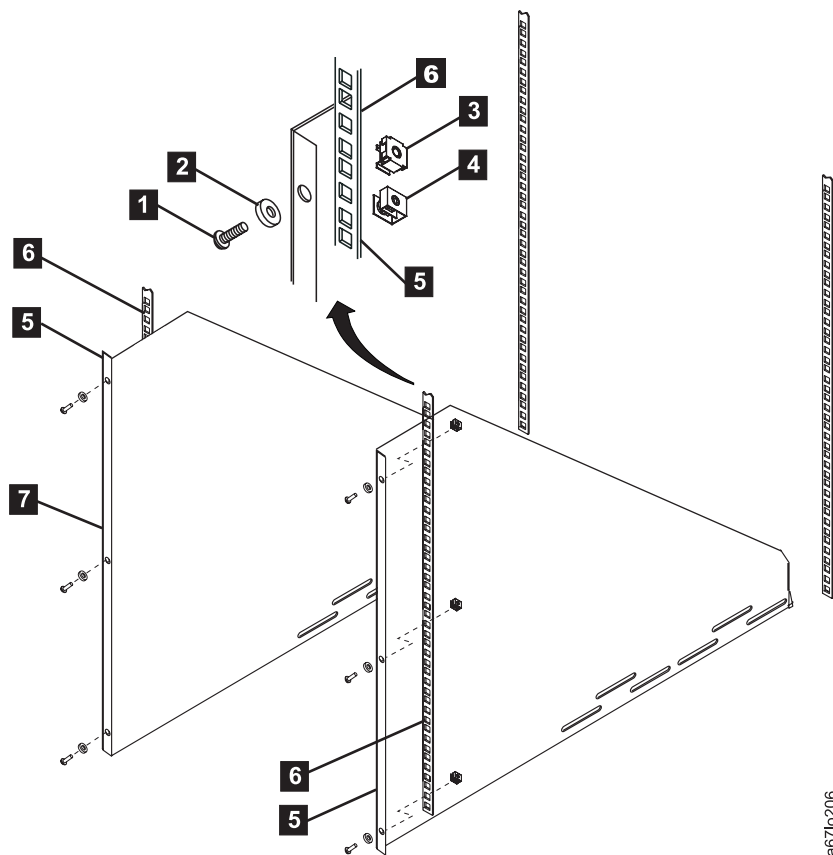

Abbildung 15. Vordere Befestigungswinkel installieren
4. Legen Sie einen der vorderen Befestigungswinkel (siehe **7** in Abb. 15) neben die Schiene **6**. Benutzen Sie den Befestigungswinkel als Schablone und installieren Sie drei Käfigmuttern **3** oder Klemm-Muttern **4** in die Löcher der Schiene, die bündig mit den Löchern in dem Befestigungswinkel sind. Wiederholen Sie diesen Schritt für den zweiten vorderen Befestigungswinkel.
Anmerkung: In Abb. 15 werden sowohl die Klemm-Muttern als auch die Käfigmuttern gezeigt, aber es darf nur eine Art von Muttern installiert werden.